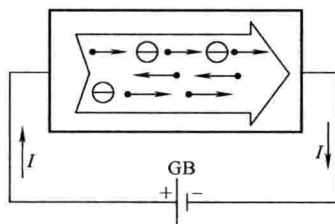

图 6 P 型半导体中载流子运动
(1) P 型半导体 在硅（或锗）晶体内掺入微量的三价元素硼 B（或铟 In、铝 Al），就会产生许多空穴。这是因为硅原子有四个价电子，而硼原子只有三个价电子，它与周围硅原子相联系时缺少一个价电子就形成一个空位，附近共价键中的电子很容易来填补，如图 5a 所示。硼原子获得一个价电子后成为不能移动的负离子，同时材料中产生一个空穴，但在产生空穴的同时，并不会产生新的自由电子，这与纯净的半导体不同。在这类半导体中，每个硼原子能提供一个空穴。因而空穴数目显著增多。由于热激发，原来硅晶体本身会产生少量的电子—空穴对，有少数自由电子，但空穴的浓度比自由电子的浓度大得多，这类主要靠空穴导电的半导体叫 P 型半导体。在 P 型半导体中，空穴是多数载流子，自由电子是少数载流子，同时还有不能移动的负离子，如图 5b 所示。在外电场作用下，P 型半导体中电流主要是空穴电流，如图 6 所示。